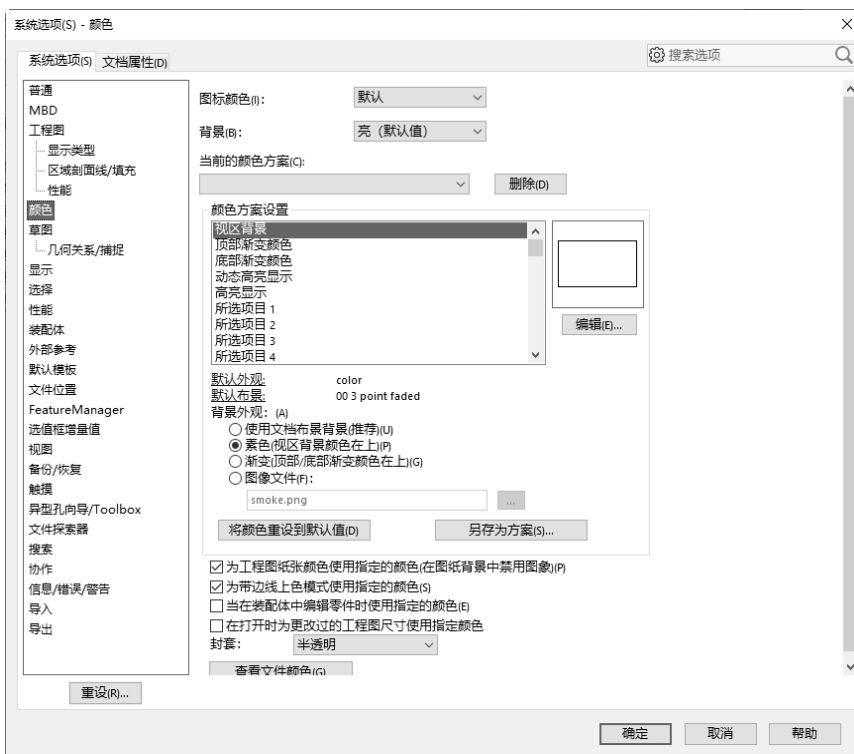

图 1-23 “颜色”选项设置对话框
- 设置颜色。设置颜色主要用来设置软件操作界面的颜色,包括“系统颜色”中的各区域颜色的设置、PropertyManager 颜色、PropertyManager 外壳颜色及其他相关联的颜色设置。该设置主要是为了个性化的操作界面。单击“系统选项”选项卡中的“颜色”选项,如图 1-23 所示,根据需要设置“系统颜色”中各区域的颜色、PropertyManager 颜色、PropertyManager 外壳颜色及其他相关联的颜色,然后单击“确定”按钮即可完成设置。